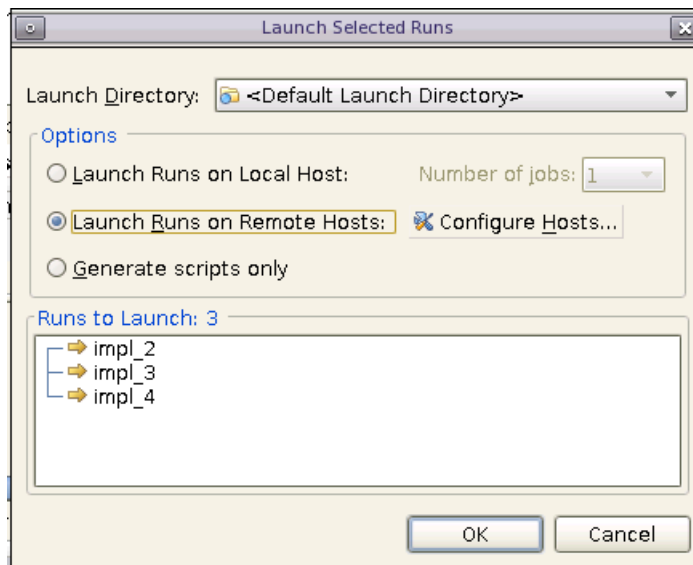

図 A-1 : [Launch Selected Runs] ダイアログ ボックスの [Configure Hosts]
- [Launch Selected Runs] ダイアログ ボックスの [Configure Hosts] (図 A-1)